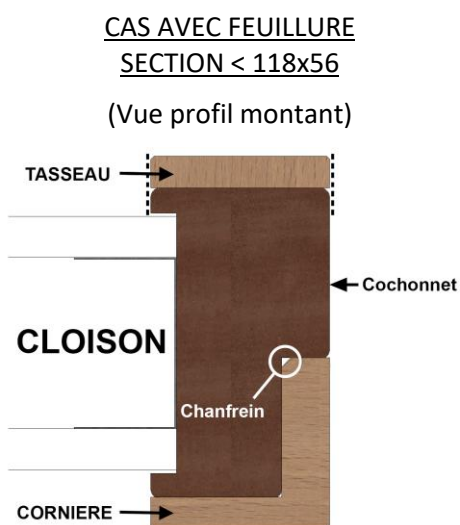

Figure 3
a) Avec feuillure : figure 3
- **Cornière :** Retirer le film adhésif du double-face et emboîter la cornière au montant de l' huisserie en l'appuyant contre, côté le plus court en fond de feuillure contre le cochonnet (voir **figures 3 & 4** à la page 9).
- **Tasseau sur parement :** Retirer le film adhésif du double-face et positionner le tasseau d'habillage de manière à ce qu'il soit affleurant aux bords de l' huisserie (voir **figures 3 & 5** à la page 9).
- **Tasseau sur parement :** Retirer le film adhésif du double face et positionner le tasseau d'habillage sur le parement de la traverse de manière à ce qu'il soit affleurant aux bords de l'huissérie en l'insérant entre les deux autres tasseaux déjà en place sur les montants (voir figures 3 & 5 à la page 9).
- **Cornière :** Retirer le film adhésif du double-face et insérer la cornière d'habillage entre les deux autres cornières déjà en place sur les montants, en l'emboitant à l'angle de la traverse côté double face recouvrant ainsi le parement et comblant la feuillure de l'huissérie existante (voir figures 3 & 4 à la page 9).